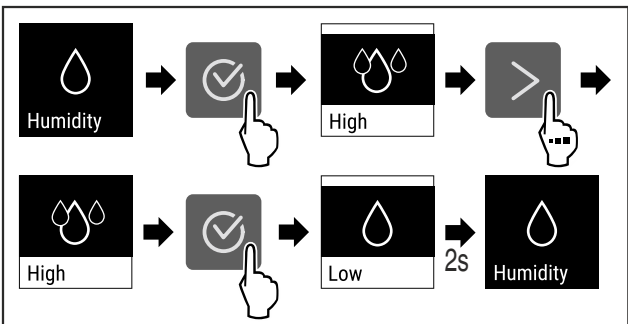

Fig. 95
- ▶ Изпълнете стъпките (виж Fig. 95) .